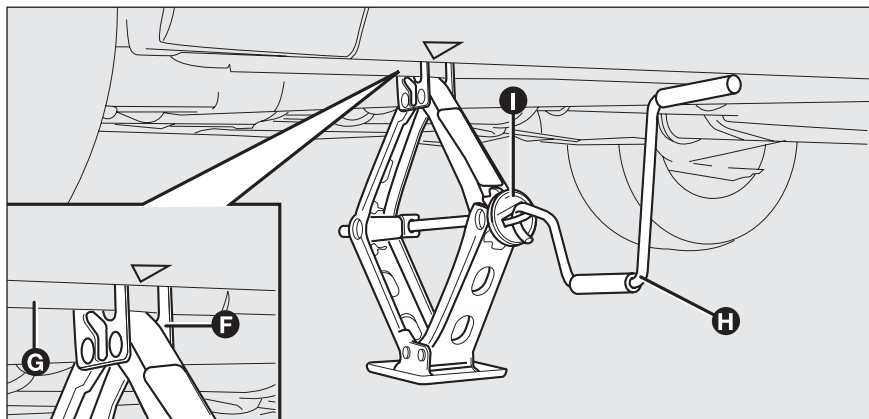

fig. 5
- assicurarsi che la scanalatura **F**-fig. 5 del cric sia ben calzata sull'aletta **G** del longherone;